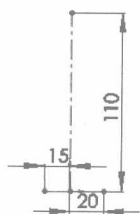

图 1.2.2 草图 1
Step2. 创建图 1.2.2 所示的草图 1。
(1) 选择命令。选择下拉菜单 **插入(I)**  **草图绘制** 命令。
(2) 选取前视基准面作为草图基准面，绘制图 1.2.2 所示的草图 1。
(3) 选择下拉菜单 **插入(I)**  **退出草图** 命令，退出草图绘制环境。
说明：图 1.2.2 所示草图为两条构造线。